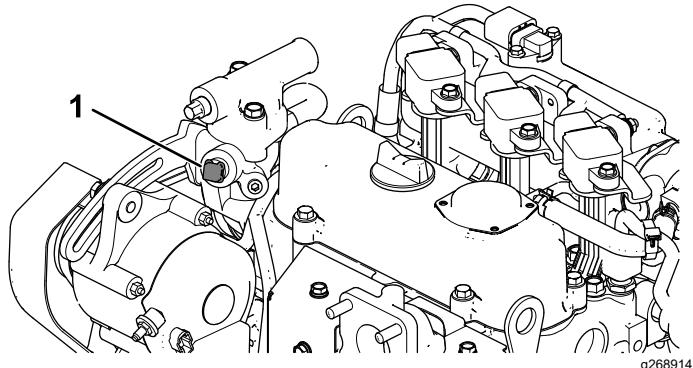

Figure 12
- Déposez le bouchon du boîtier de thermostat (Figure 12).